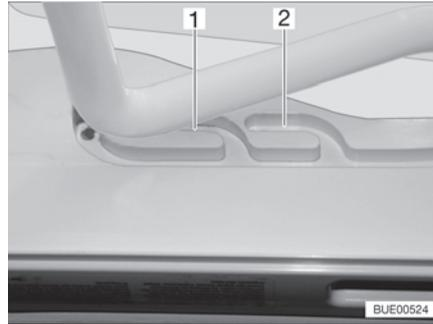
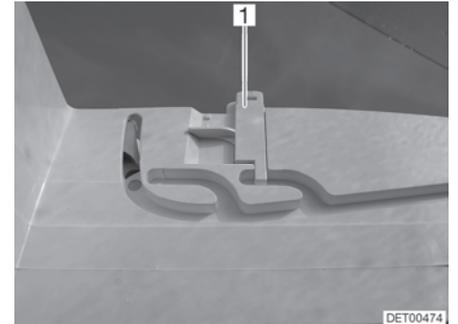

Fig. 21 Guía (posición de ventilación)
Fig. 22 Bloqueo (posición de ventilación)
La claraboya Heki se puede colocar en dos posiciones de ventilación: Posición de mal tiempo (Fig. 21,1) y posición mediana (Fig. 21,2). Según el modelo, la claraboya podrá ser bloqueada en la posición central con los dos pestillos (Fig. 22,1) a la izquierda y la derecha en el marco de la claraboya.
- Presionar el estribo ligeramente hacia arriba y empujarlo en la guía seleccionada (Fig. 21,1 ó 2) y, si fuera necesario, bloquearlo.